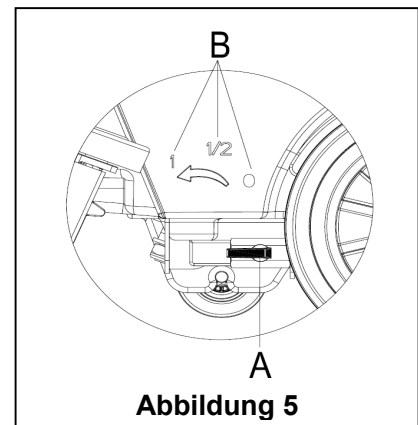

Abbildung 5
Die Regulierung des Kugelventilhebels (A, **Abbildung 5**) darf nur durchgeführt werden, wenn der Netzschalter (38) auf der Position "O" steht.
12. Die Wasserdurchflussmenge kann durch den Kugelventilhebel (A, **Abbildung 5**), entsprechend der Wassermenge, angepasst werden, die zum Scheuern erforderlich ist.